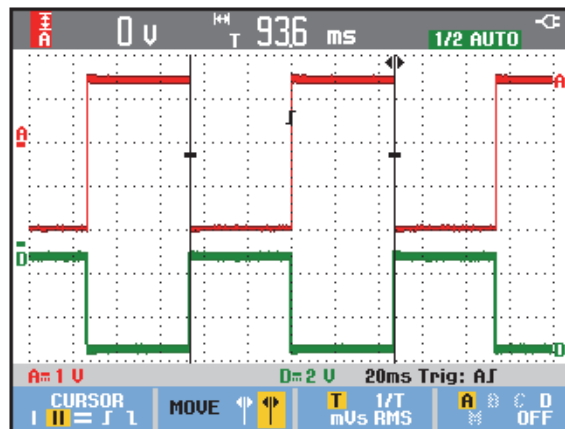

図 26. カーソルを使用した時間測定
- カーソル間の時間差と 2 つのマーカー間の電圧差が画面に表示されます。図 26 を参照してください。